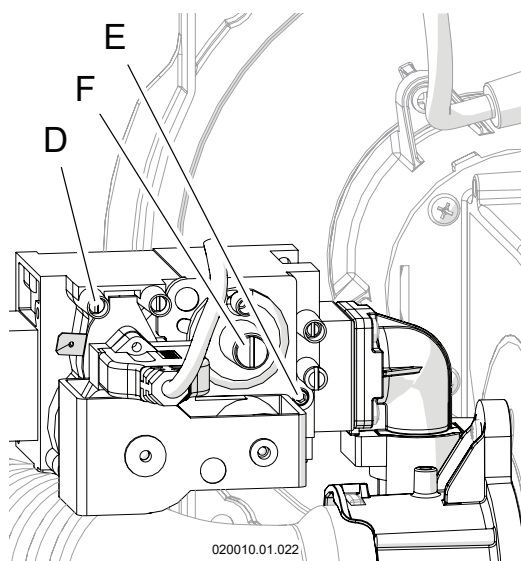

Figura 6-10
- 13.- svitare completamente in senso antiorario la vite "E" di Figura 6-10;
Legenda di Figura 6-10.
- 3.-allentare la presa di pressione "D" (Figura 6-10);
**É vietato toccare le viti "E" ed "F" di Figura 6-10, queste sono settate di fabbrica per la corretta portata e pressione del gas.**
- 13.-disconnettere il manometro e richiudere la presa di pressione "D" (Figura 6-10);
- 14.-verificare eventuali fughe di gas dalla presa di pressione "D" (Figura 6-10) con opportuni mezzi di controllo;
- Ruotare in senso orario la vite "E" (Figura 6-10) per diminuire il tenore di CO₂;
- Ruotare in senso antiorario la vite "E" (Figura 6-10) per aumentare il tenore di CO₂;
- 12.-una volta terminato il controllo sigillare con vernice rossa o sistema equivalente la vite "E" (Figura 6-10) per scoraggiarne la manomissione;
- 13.-una volta terminato il controllo sigillare con vernice rossa o sistema equivalente la vite "E" (Figura 6-10) per scoraggiarne la manomissione;